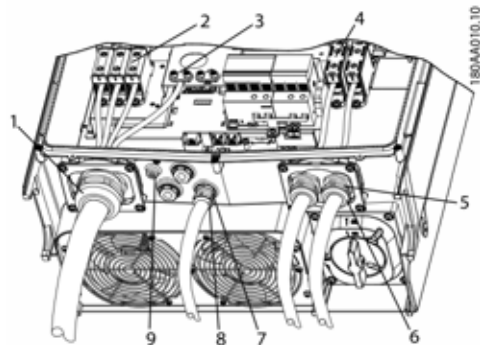

Figura 5.2 Panoramica dell'inverter con indicazioni di coppia
Se i tappi ciechi vengono rimossi (vedere (7) in Figura 5.2), usare raccordi con classe: 3, 3S, 4, 4X, 6, 6P.